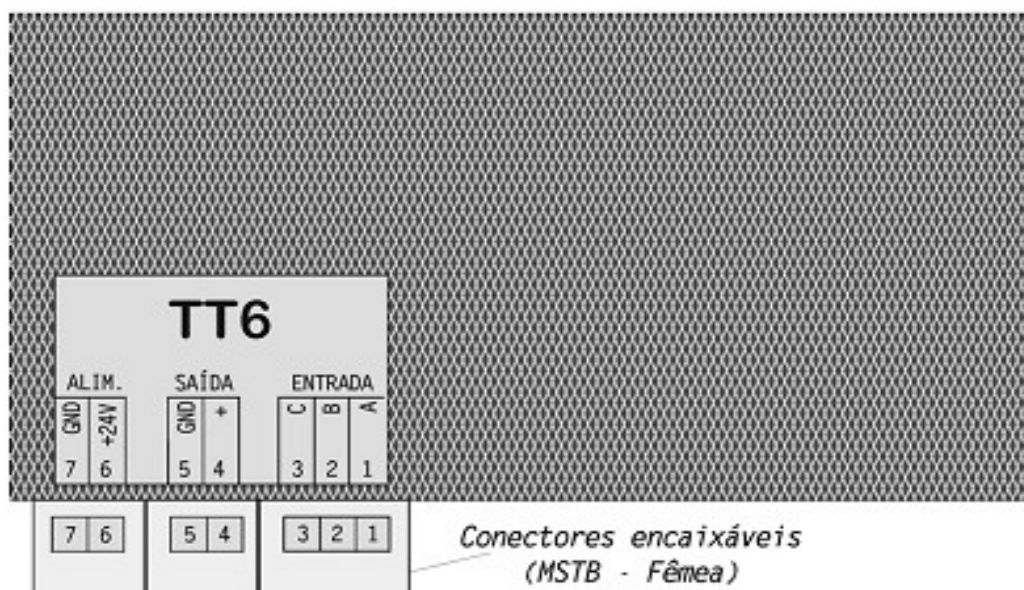

Figura 3.100. Condicionador para Tacogerador Trifásico.
Função: Converter sinal proveniente de um tacogerador trifásico em um sinal de tensão (V) proporcional a rotação (RPM) do eixo onde o tacogerador é instalado. **Figura 3.100.**